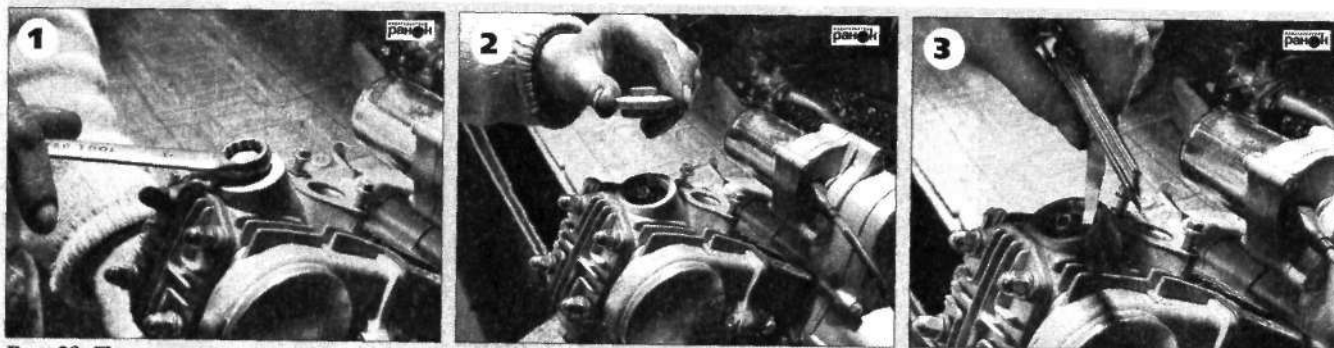

Рис. 29. Проверка тепловых зазоров клапанов
- снять резьбовые крышки регулировочных отверстий в головке цилиндра мотора (рис. 29);